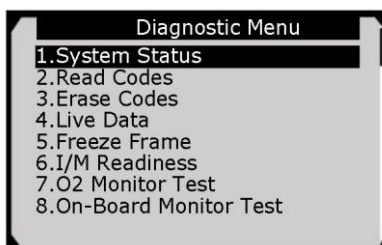

Рисунок 5-3
7) Ознакомьтесь со сводной информацией о состоянии системы (состояние индикатора MIL, количество диагностических кодов неисправностей, статус монитора), отображаемой на экране дисплея сканера. См. рисунок 5-1. Нажмите **кнопку ESC**, чтобы перейти к **меню диагностики** (см. рисунок 5-3).
1) С помощью кнопки прокрутки вверх/вниз выберите пункт **Read Codes** [Считывание кодов] в меню диагностики, а затем нажмите кнопку **OK**. См. рисунок 5-3.
- 1) С помощью **кнопок прокрутки вверх/вниз** выберите пункт **Erase Codes [Стереть коды]** в меню диагностики, а затем нажмите **кнопку ОК**. См. рисунок 5-3.
- 1) Для просмотра оперативных данных используйте **кнопки прокрутки вверх/вниз**, чтобы выбрать пункт **Live data [Оперативные данные]** в **меню диагностики**, а затем нажмите **кнопку ОК**. См. рисунок 5-3.